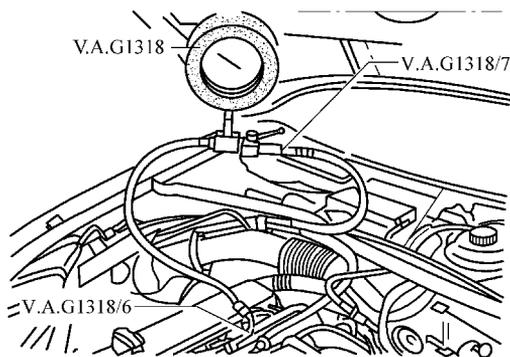

图 3-24 燃油压力表的连接
(2) 怠速燃油压力的检测 用适配器在压力表与燃油供油管和燃油分配管处连接，打开压力测试仪的截止阀，手柄指向燃油流动方向，起动发动机，并以怠速运转，见图3-24。